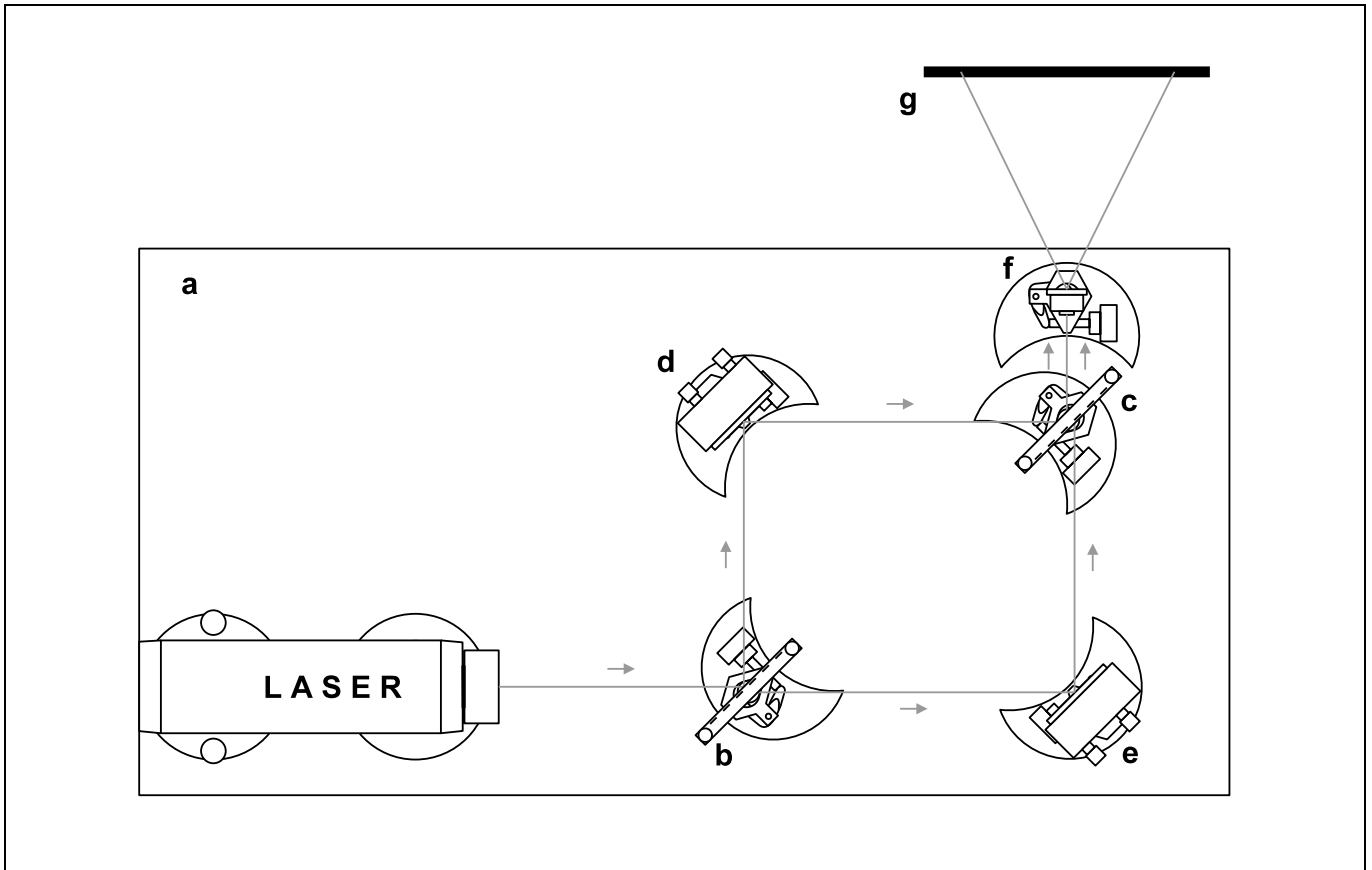

Fig. 2: Aufbau des Mach-Zehnder-Interferometers auf der
Die Anordnung des Mach-Zehnder-Interferometers auf der Laseroptik-Grundplatte ist in Fig. 2 dargestellt. Die Bauteile müssen in Bezug auf die Geometrie des Strahlenverlaufs besonders sorgfältig ausgerichtet werden. Zum Aufbau sind folgende Schritte notwendig:
- Strahlteiler **(b)** mit Optik-Fuß gemäß Fig. 2 unter einem Winkel von  $45^\circ$  in den Strahlengang bringen; dabei die teildurchlässige Schicht des Strahlteilers am besten dem Laser zuwenden.
- Planspiegel (e) entsprechend Fig. 2 in den transmittierten Teilstrahl gegenüber von Planspiegel (d) in den Aufbau fügen, so daß er zentrisch vom Laserstrahl getroffen wird.
- durchscheinenden Schirm (g) im Sockel befestigen und gemäß Fig. 2 hinter der Laseroptik-Grundplatte so aufstellen, daß er mittig von dem vom Planspiegel (e) reflektierten Teilstrahl getroffen wird.